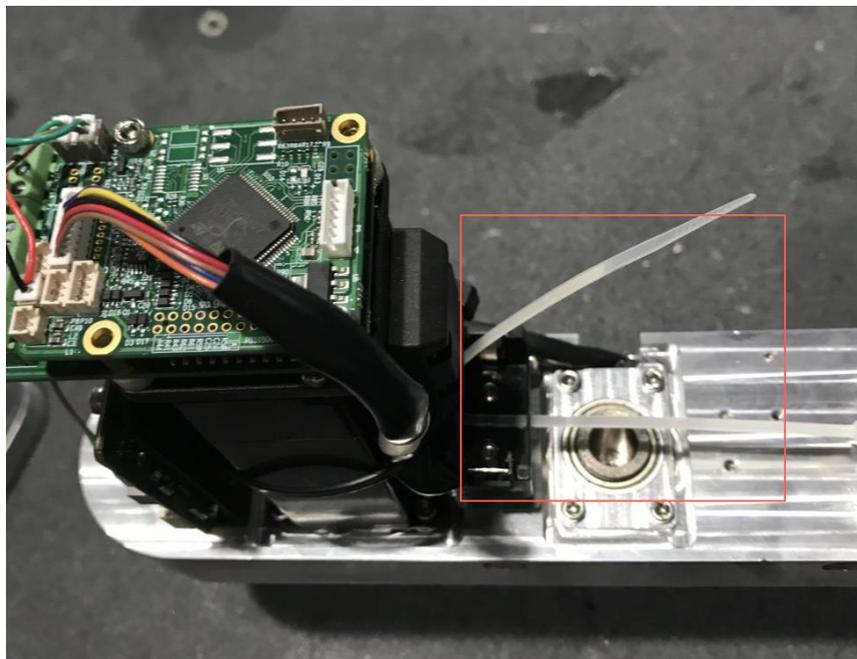

图 7.13 插入扎带
**步骤 7** 将扎带插入Dobot M1小臂的电池盒，用于固定电池，防止电池松动，如图 7.13所示。